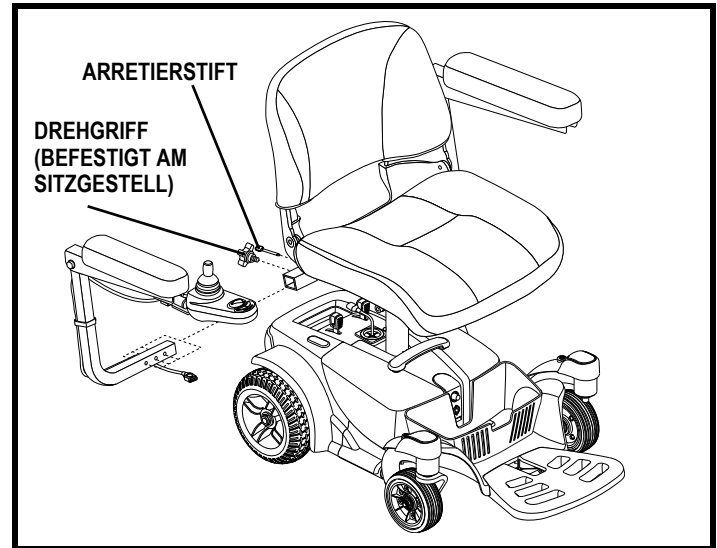

Abb. 18. Einstellung Armlehnenabstand
1. Ergreifen Sie die beiden Armlehndrehgriffe an jeder Seite des Armlehnenträgers. **Siehe Abb. 18.**